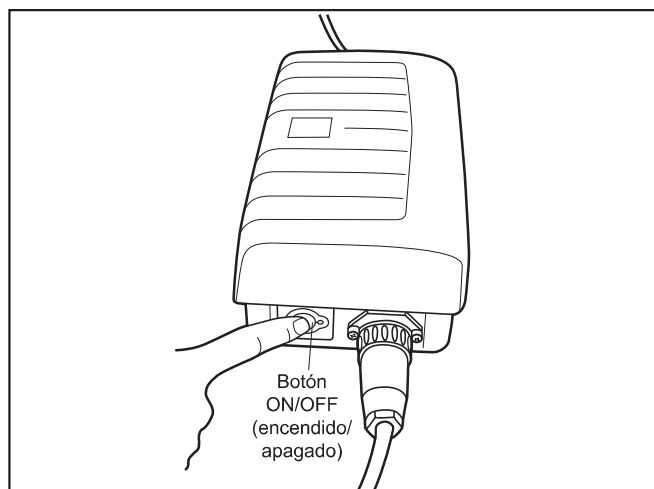

Figura 6. Arranque el limpiador
1. Para arrancar el robot limpiador Polaris 9100 Sport, pulse el botón ON/OFF (encendido/apagado). Consulte la Figura 6. La luz verde se enciende y el limpiador se pondrá en marcha después de sólo unos pocos segundos.
2. Si desea detener el limpiador durante el ciclo de limpieza, pulse el botón ON/OFF (encendido/apagado) y asegúrese de que la luz LED verde se apague. Consulte la Figura 6.